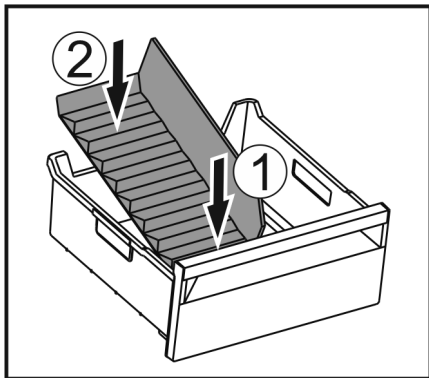

Fig. 165
- ▶ Włożyć przednią część separatora do szuflady na lód. Fig. 165 (1)
- ▶ Tylną część separatora do szuflady na lód opuścić na dno szuflady. Fig. 165 (2)